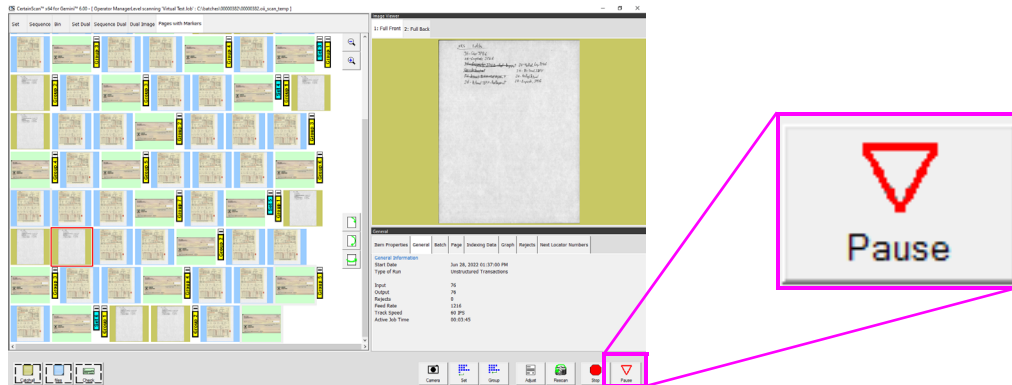

Figure 4-28 : Sélectionnez Pause
1. Cliquez sur **PAUSE** sur l'écran d'exécution (Figure 4-28), la fente du chargeur de renumérisation commencera à clignoter en bleu, appuyez sur le bouton **Chargeur de renumérisation** et la fente s'allumera en bleu continu.